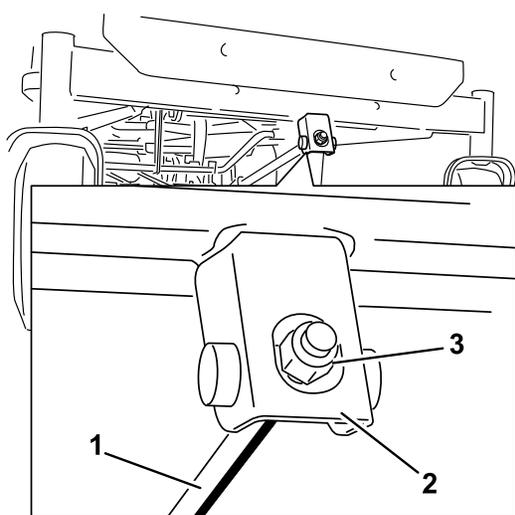

Figura 56
5. Mida entre la punta de la cuchilla delantera y la superficie plana y entre la punta de la cuchilla trasera y la superficie plana (Figura 56). Si la punta de la cuchilla delantera no está entre 1.6 y 7.9 mm (1/16 y 5/16 pulg.) más baja que la punta de la cuchilla trasera, ajuste la contratuerca delantera.
6. Para ajustar la inclinación longitudinal, gire la tuerca de ajuste de la parte delantera del cortacésped (Figura 56).